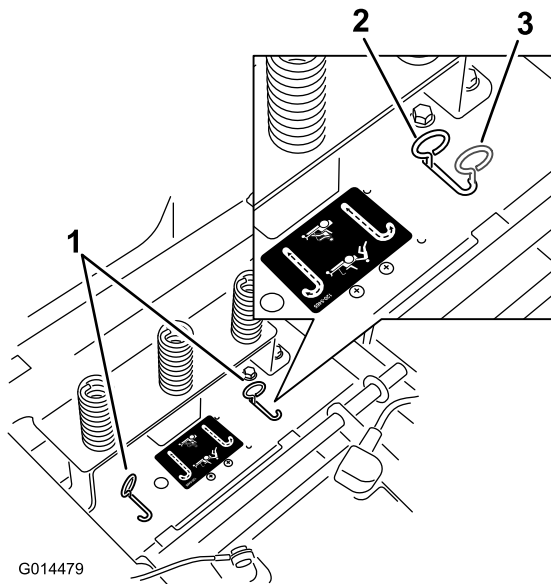

Figure 25
4. Déplacez les leviers de dérivation en avant puis vers l'extérieur pour les bloquer en place comme illustré à la Figure 25 et désengager les moteurs de roues. Répétez cette opération pour chaque levier.
Déplacez les leviers de dérivation vers l'intérieur et repoussez-les dans la fente horizontale (Figure 25) pour engager les moteurs des roues.